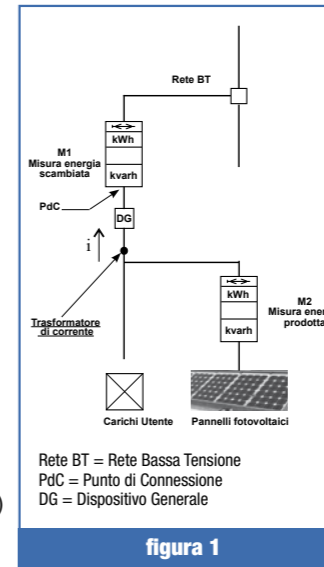

figura 1
- La posizione corretta del trasformatore di corrente all'interno dell'impianto elettrico è illustrata in figura 1